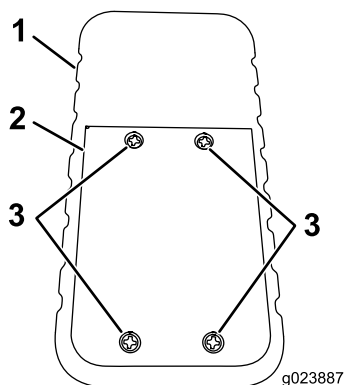

Рисунок 57
1. Ослабьте четыре винта крепления крышки отсека батарей (Рисунок 57).